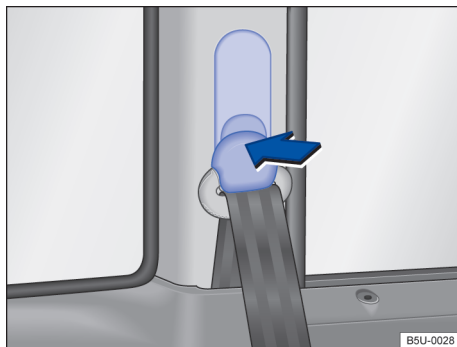

Fig. 34 Ao lado dos bancos: regulagem de altura do cinto de segurança.
- Pressionar o dispositivo regulador no sentido da seta e mantê-lo pressionado → Fig. 34.